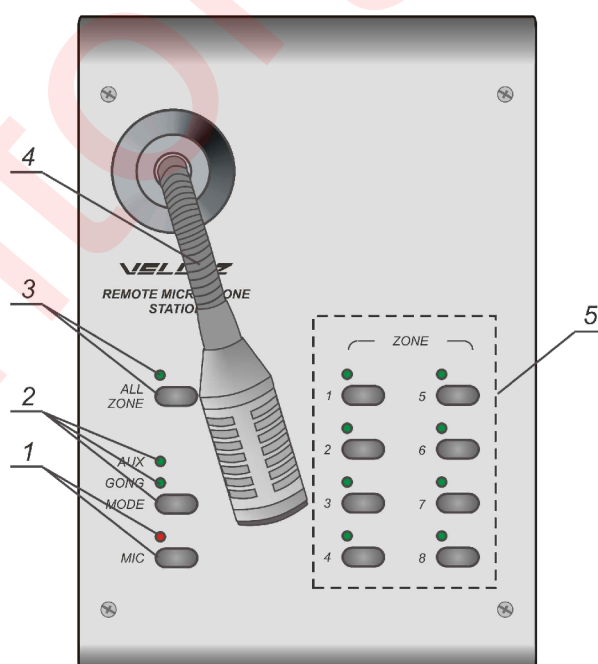

Рисунок 6
- 9.3 Размещение и назначение органов управления на передней панели пульта микрофонного приведено на рис. 6